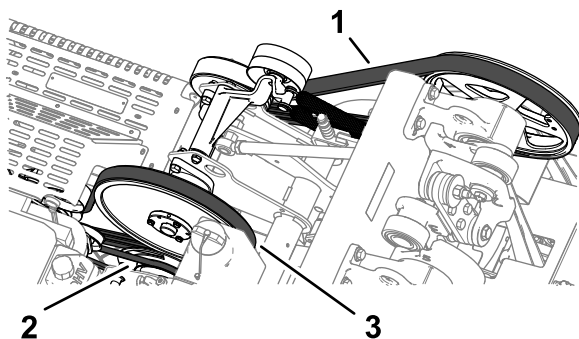

Figura 164
2. Inspectați pompa hidraulică, arborele intermediar și curelele arborelui cotit (Figura 164) pentru deteriorări, uzură, fisuri excesive ale pernei sau reziduuri mari acumulate.